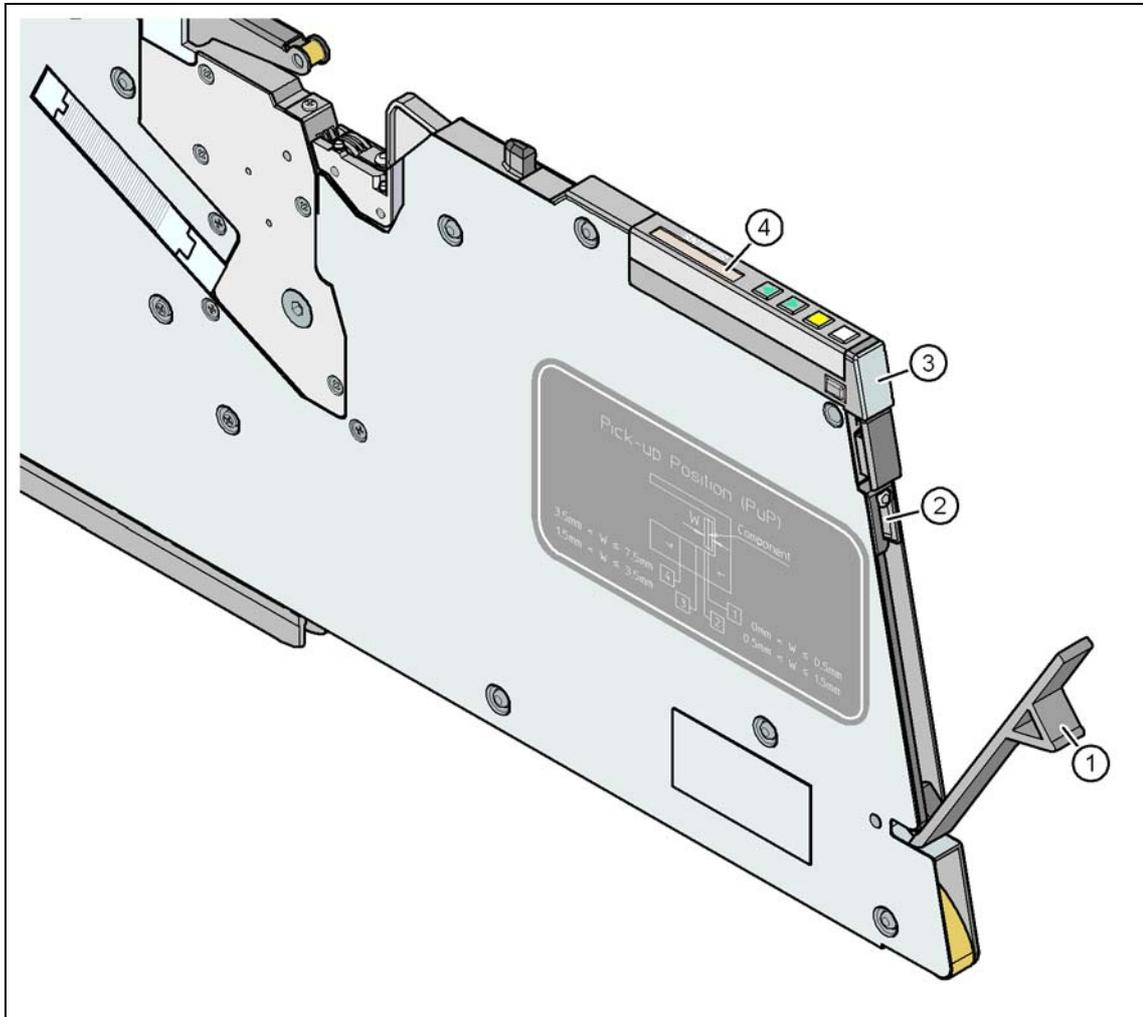

图 5.9-1 检查 X 供料器模块 (图示以 8 mm X 供料器模块为例)
→ 检查多色状态显示灯（项目 3，图 5.9-1，第 252 页）。
- 如果亮起橙色，表示存在一个警告信号。警告文本信息在 LCD 显示屏（项目 4，图 5.9-1，第 252 页）。智能供料器的 LED 指示灯也会随之亮起。
- 如果状态显示灯亮起红色，则表明发生了故障。故障消息在 LCD 显示屏（项目 3，图 5.9-1，第 252 页）。智能供料器的 LED 指示灯也会随之亮起。